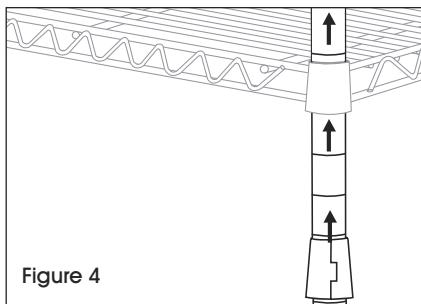

Figure 4
1. Insérez le montant par le dessous de la tablette jusqu'à ce que la tablette glisse fermement sur les supports. (Voir Figure 4)